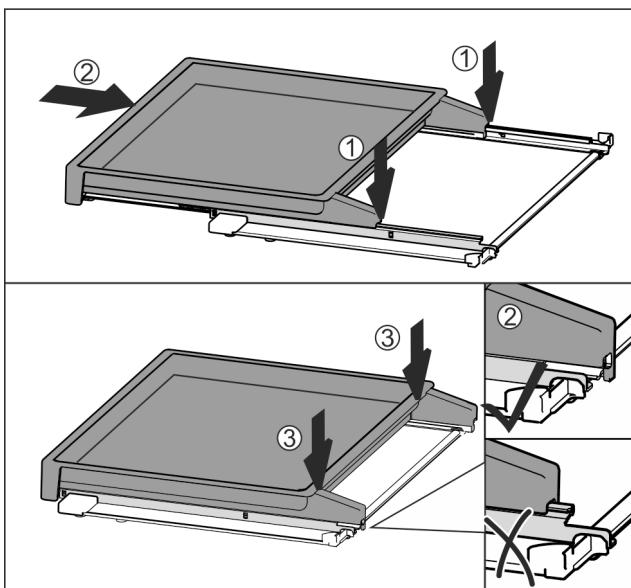

Fig. 134
- Вставить вытяжную панель полностью Fig. 134 (1).
- Отпустить фиксацию на задней стороне Fig. 134 (2).
- Установить по центру на направляющие Fig. 134 (1).
- Вставить вытяжную панель полностью Fig. 134 (2).
- Нажимать на задней стороне до тех пор, пока не будет слышна фиксация Fig. 134 (3).